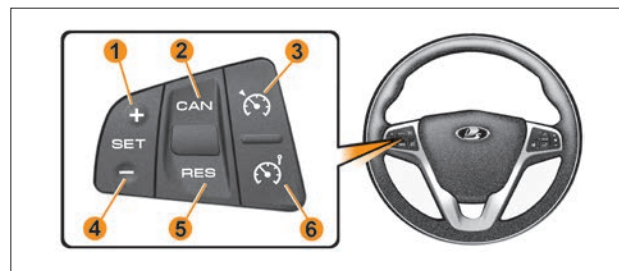

Рис. 1. Блок управления «Круиз-контроль» и «Ограничитель скорости»
- выключатель «» – включение/выключение круиз-контроля (рис. 1, поз. 3);
- выключатель «» – включение/выключение ограничителя скорости (рис. 1, поз. 6);
- выключатель «**SET+/SET-**» – установка и увеличение скорости **1** и **4** (рис. 1);